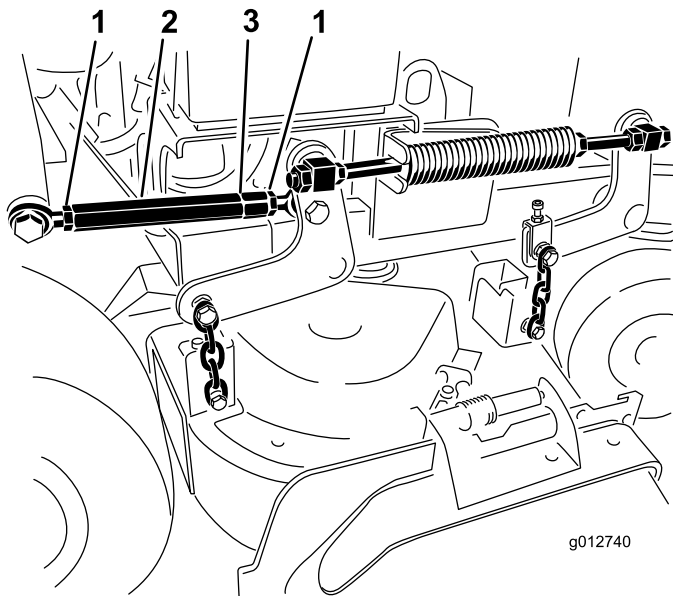

Figura 87
7. Afloje las contratuercas en ambos extremos del tensor (Figura 87).
- Nota:** El extremo del tensor que tiene la muesca mecanizada tiene rosca a izquierdas (Figura 87).